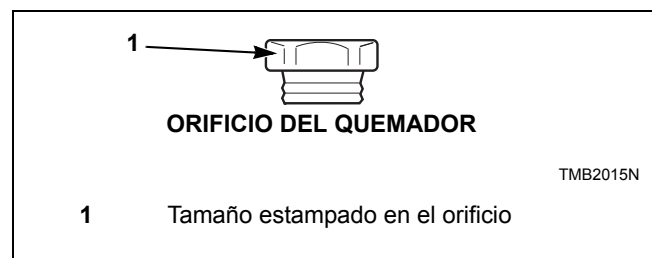

Figura 9
3. Instale los orificios del quemador correctos nuevos. Consulte la *Figura 9* y la *Tabla 2*. Apriete cada uno a 9 – 10 Nm.
4. Vuelva a instalar el conjunto del portador de mechero en la válvula de gas, asegurándose de que los orificios del quemador estén alineados con la abertura del tubo del quemador. Consulte la *Figura 9*.